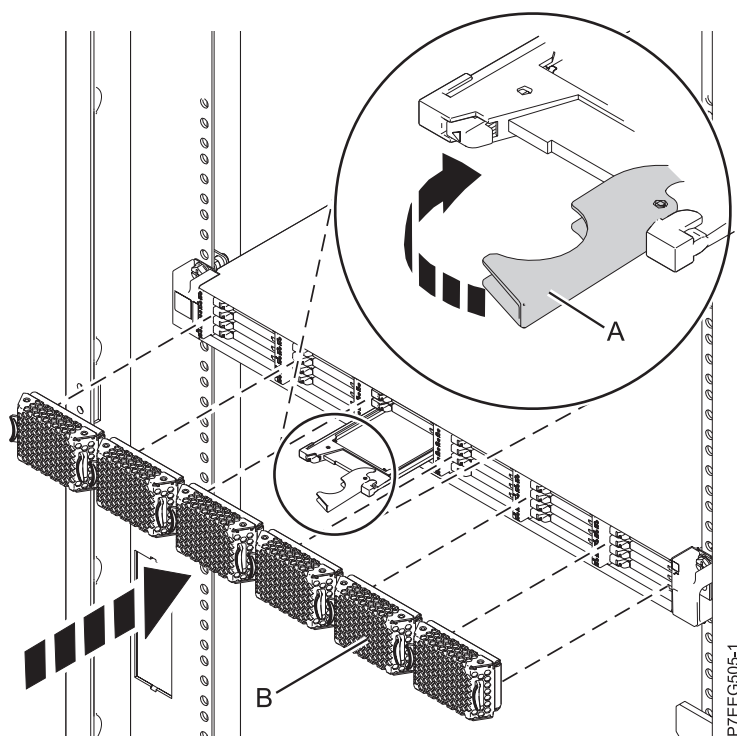

Figura 15. Instal·lació d'una unitat d'estat sòlid a Allotjament d'emmagatzematge EDR1 PCIe
1. Amb la nansa en posició desbloquejada, alineeu la unitat d'estat sòlid amb les guies de l'allotjament. Consulteu Figura 15 a la pàgina 26.